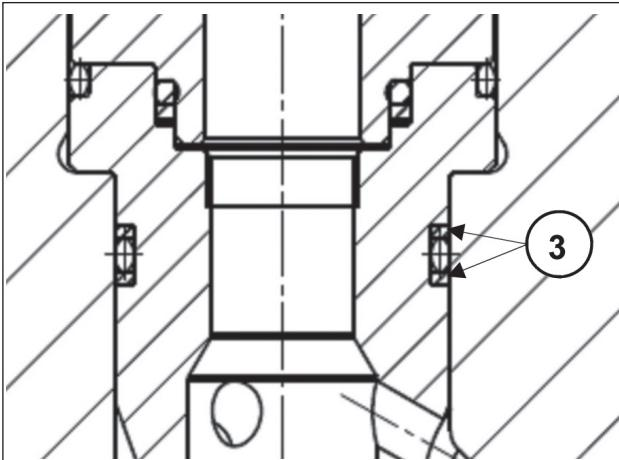

Рис. 28
Вставьте клапанные узлы всасывания и нагнетания с соответствующими втулками, убедившись, что они вошли до упора в гнездо на торце. Следите за тем, чтобы не повредить упорные кольца втулок (Рис. 28, поз. ③); для того чтобы данные кольца правильно поместить в свои посадочные места, выполните следующие действия: